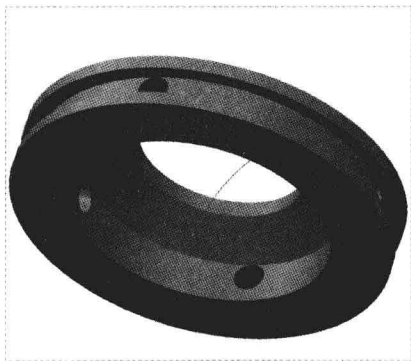

图 7-18 图形文件
Step 01 按【Ctrl+O】组合键，打开图形文件，如图 7-18 所示。